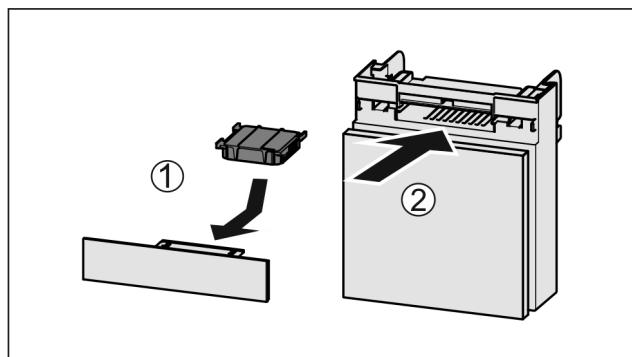

Fig. 110
- Umetnute filter s aktivnim ugljenom kao što je prikazano na slici Fig. 110 (1).
- Umetnute pretinac Fig. 110 (2).